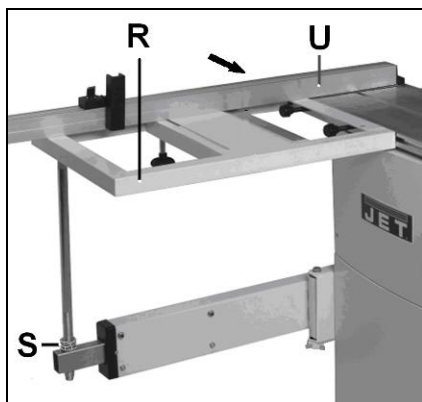

Рисунок 21
Поднимите поперечный стол (R, рис. 21) и установите на выдвижную штангу, задвинув его в Т-образную канавку подвижного стола, зафиксируйте на месте.
Завершите выравнивание с помощью гаек (S), установив на одном уровне поверхности поперечного стола и стола станка. Затяните гайки (S, рис. 21) навстречу друг другу.
Регулируемые ограничители 90° (R, рис. 21) были настроены на заводе-изготовителе.